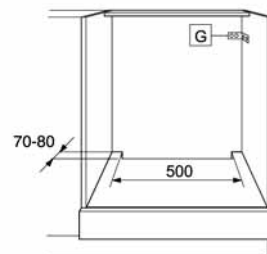

Fig. 7
- Si le meuble n'est pas solidement fixé au mur, il doit être ancré à l'aide d'étriers disponibles dans le commerce (G) (fig. 7).